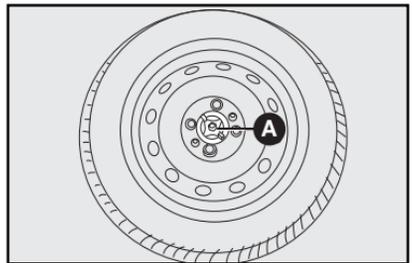

fig. 23
17) Coloque la rueda pinchada en el alojamiento de la rueda de repuesto **fig. 23**, fijándola con el seguro **A**.